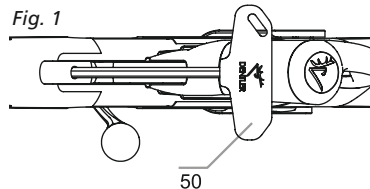

Fig. 1
- Dra slutstycket (11) bakåt till anslag genom att dra i slutstyckshandtaget (9)
- Sätt ner vapnet på bakkappan (1) så att slutstycket (11) hålls i sitt bakre läge
- Kontrollera att pipans låsskruv (15) är helt öppen genom att använda en DENTLER-insexnyckel med T-handtag (SO)
- När pipans låsskruv är helt öppen: Sätt den utbytbara pipan (17) med monoblockets bakre kant (21b) ovanifrån på markeringen (21c), luta pipan framåt och tryck lätt med pipans främre kilformade klack (20) mot lådan
- Dra åt pipans låsskruv (15) något med en DENTLER-insexnyckel med T-handtag (SO). Ta sedan bort T-handtaget (50) från skruven och rikta handtaget 90° mot avfyrningsriktningen (fig. 1). Sätt sedan i T-handtaget (50) i pipans låsskruv (15) och dra åt skruven 90° (fig. 2) tills T-handtaget (50) står parallellt med avfyrningsriktningen eller när max. **8 Nm** har uppnåtts